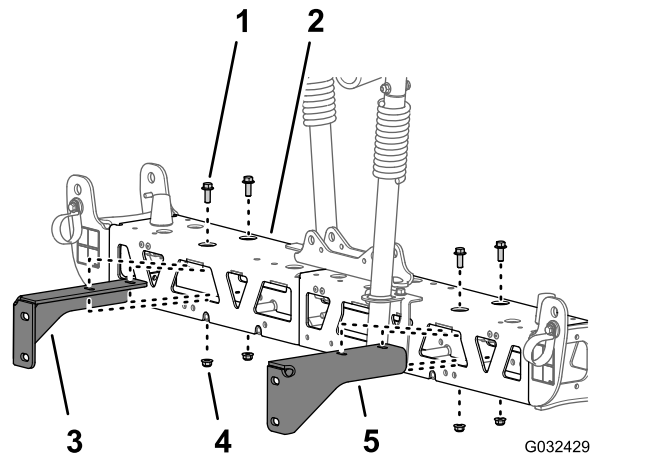

图73
2. 拧下将支撑托架固定至中间喷洒臂段的2个凸缘头螺栓3/8 x 1英寸和2个凸缘锁紧螺母3/8英寸然后取下托架图73。
3. 拧下将另一个支撑托架固定至中央喷洒臂段的2个凸缘头螺栓3/8 x 1英寸和2个凸缘锁紧螺母3/8英寸然后取下托架图73。